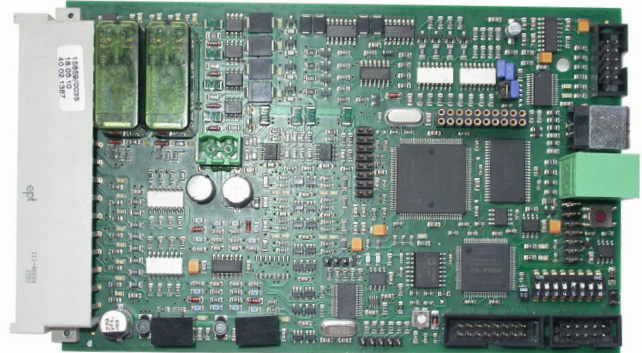

Bild 5: Platine - Achskontroller
- Resetknopf 1 an der Platine drücken und gedrückt halten. (siehe Bild 5)
- Den Resetknopf 1 drücken und gedrückt halten (siehe Bild 5).